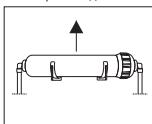

Рис. 2
2) Снять картридж с крепёжных хомутов. **ВНИМАНИЕ! Во время отсоединения картриджа сохранить особую осторожность, чтобы не загнуть шланг.** (Рис. 2).